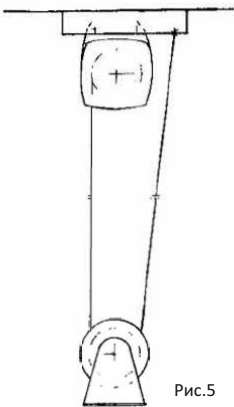

Рис.5
1. Использование с помощью блок ролика (рис.5).